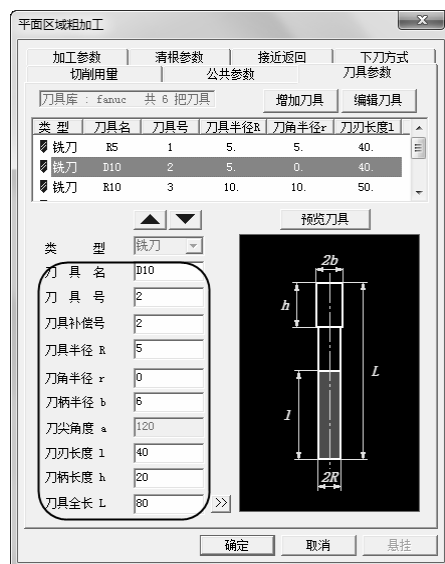

图 2-23 “刀具参数”选项卡
7) 单击“刀具参数”选项卡，选择刀具名称为“D10,r0”，D 代表刀具直径，r 代表刀角半径的平底刀。具体“刀具参数”参数数值如图 2-23 所示。